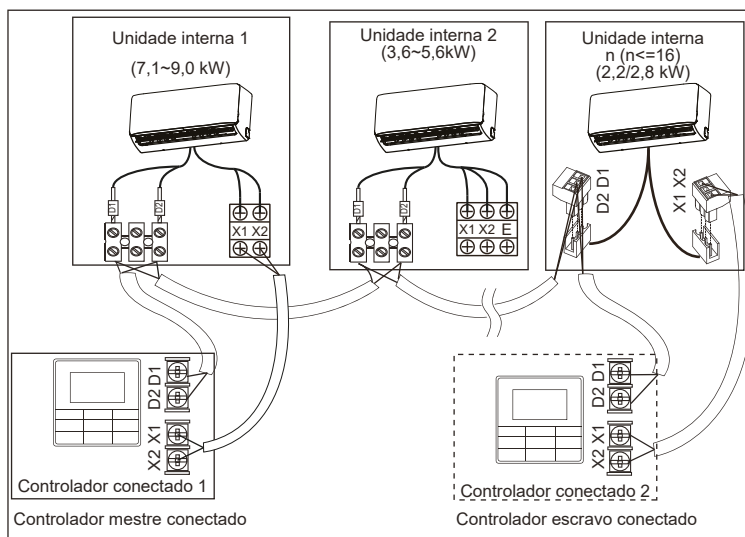

Figura 24
- Use um controle central conectado para controlar várias unidades internas ou dois controles centrais conectados (um controlador mestre e um escravo) para controlar várias unidades internas (consulte a Figura 24);